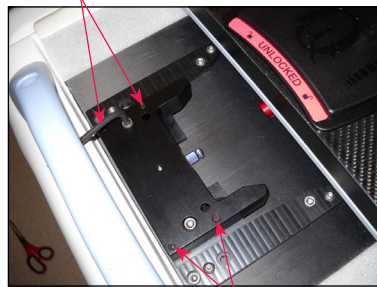

图 69
- b. 使用 (4) 高程固定螺钉 (可在安装块找到) 通过 $\frac{1}{8}$ 英寸艾伦扳手 (已提供) 调整安装块的高度 (图 69)。